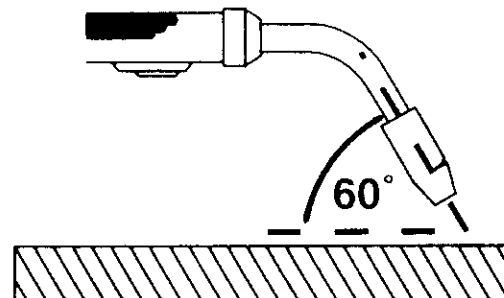

Figura 7. Posición de la pistola, Ángulo A
1. Ángulo A (Figura 7) puede variarse, pero en la mayoría de los casos el ángulo óptimo es 60 grados; o sea cuando el mango de la pistola esté paralela a la pieza de trabajo. Si el ángulo A aumenta, la penetración aumenta. Si el ángulo A disminuye, la penetración también disminuye.